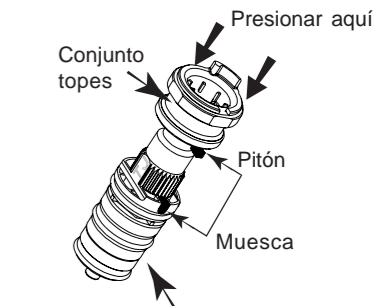

Fig. 7
- Presionar a fondo el conjunto de toques sobre el cartucho, ajustando el pitón en la muesca (fig. 7).